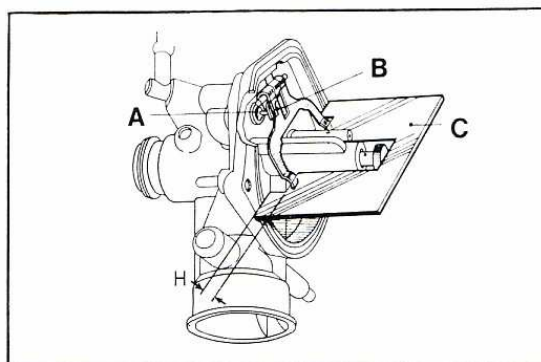

Fig. 45. — JAUGEAGE DU NIVEAU DU FLOTTEUR.
Réglez comme l'indique la fig. 45 en mettant le carburateur à bout et en mesurant la position (H) du bras du flotteur avec la jauge de niveau lorsque le bras se trouve dans une telle position qu'il touche tout juste la soupape du flotteur ou avec un jeu de 0,1 mm.